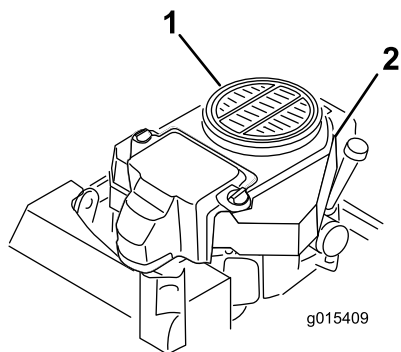

図 62
3. 吸気スクリーンとファンハウジングを取り外す (図 62)。
5. 吸気スクリーンとリコイルスタータ、ファンハウジングを取り付ける (図 62)。